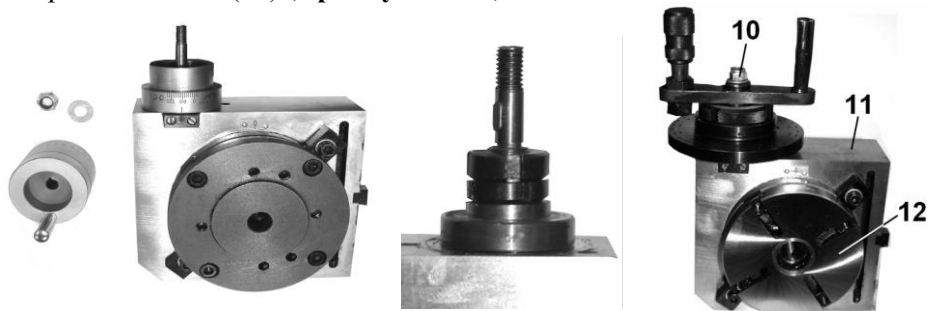

Рис. 3
5.1. Установите делительную головку на место маховика, лимба и нониуса поворотного стола (11) (**Артикул 23414**), Рис. 3.
5.3. С поворотного стола (11), Рис. 3, снимите маховик, лимб и нониус (см. руководство на поворотный стол).